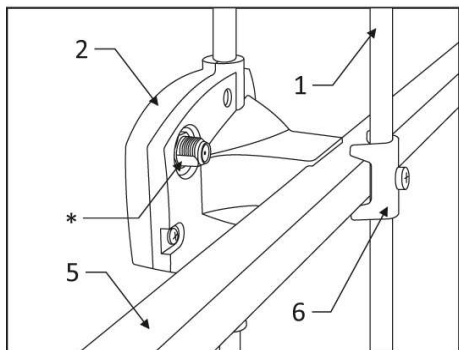

Рис.2 Узел согласования
2. Установить петлевой вибратор с узлом согласования с помощью винта M4 и скобы фиксирующей как показано на рис.2.